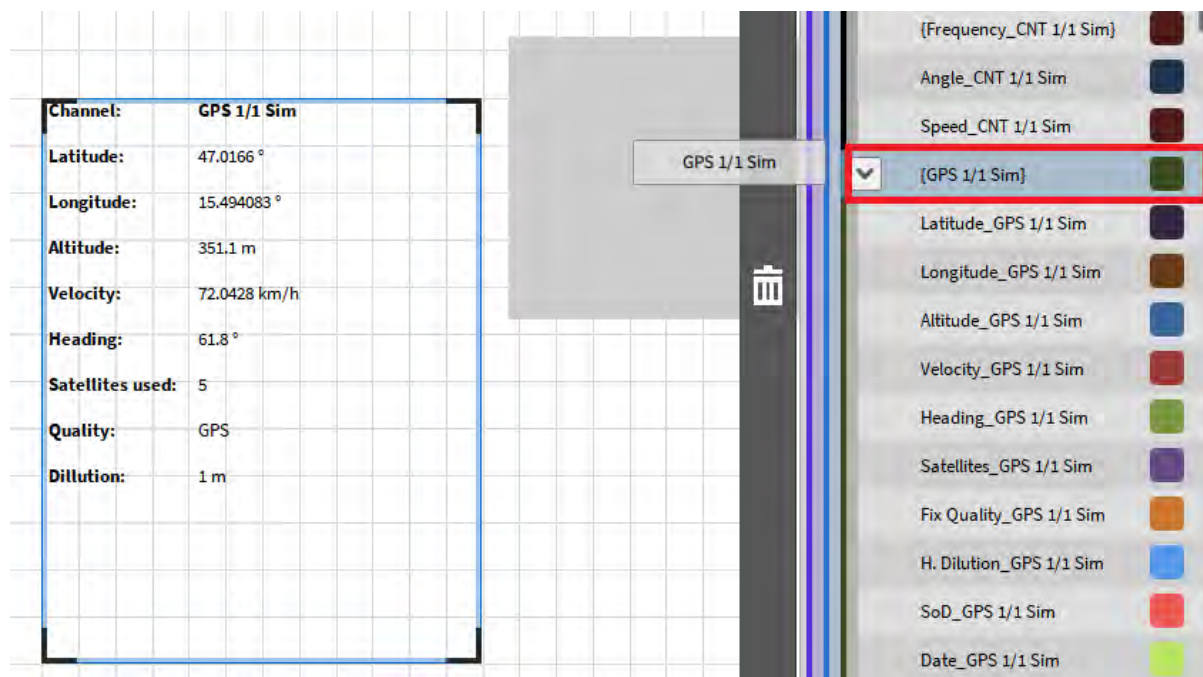

Fig. 7.218: GPS チャンネルを測定画面にドラッグ&ドロップできます。
** チャンネルリストから測定画面へ、GPS チャンネルを直接ドラッグ&ドロップできます。これを実行すると、現在のチャンネル値である Latitude、Longitude、Altitude、Velocity、Heading、Satellites used、Quality、および Dilution が表示されます (図 Fig. 7.218 を参照)。